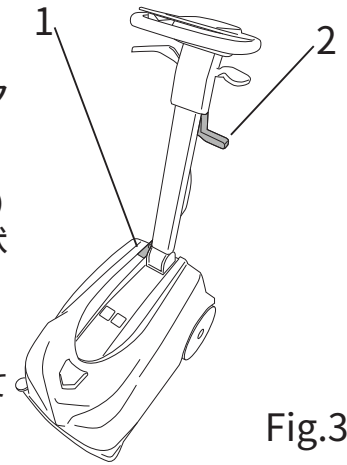

Fig.3
- メインスイッチで機械の電源を切ります（図3、参照1）。
- レバーを使用してスキージを上げます（図3、参照2）。